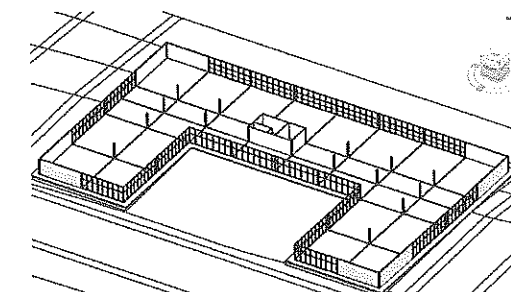

Figura A.39 – Paredes do térreo modificadas.
- Para inserir as portas, vamos partir da vista plana do térreo e, antes, modificar as paredes externas para um tipo de vidro, Figura A.39. As paredes dos cantos do edifício continuam com tijolo de 25 e as demais devem ser alteradas para o tipo **Parede cortina - Vitrine**. Utilize a ferramenta **Dividir** para separar as paredes em partes e depois substituir a parte da **Parede cortina** e os grips dos pontos finais, sempre alinhando pelo eixo.